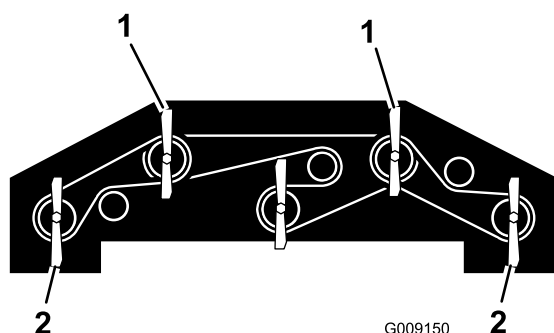

Рисунок 93
1. Поверните два наружных ножа и передний нож центральной части передней деки и ножи крыльев передней деки так, чтобы их концы были направлены прямо вперед (Рисунок 93).